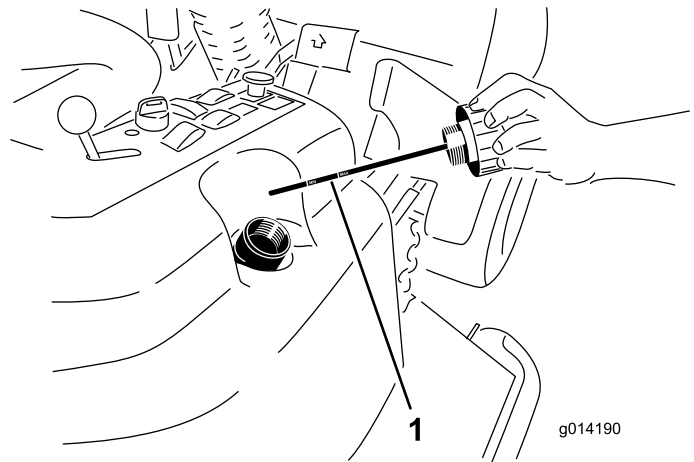

Figura 53
2. Retire el tapón de llenado de aceite hidráulico (Figura 53) del cuello de llenado.
3. Retire la varilla y límpiela con un paño limpio (Figura 53).
4. Introduzca la varilla a fondo en el cuello de llenado; luego retírela y compruebe el nivel del aceite (Figura 53).